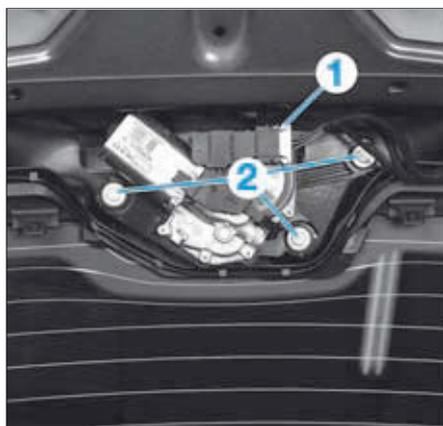

FIG. 64
- Débrancher le connecteur (1) (Fig.64).
- Déposer les vis (2).